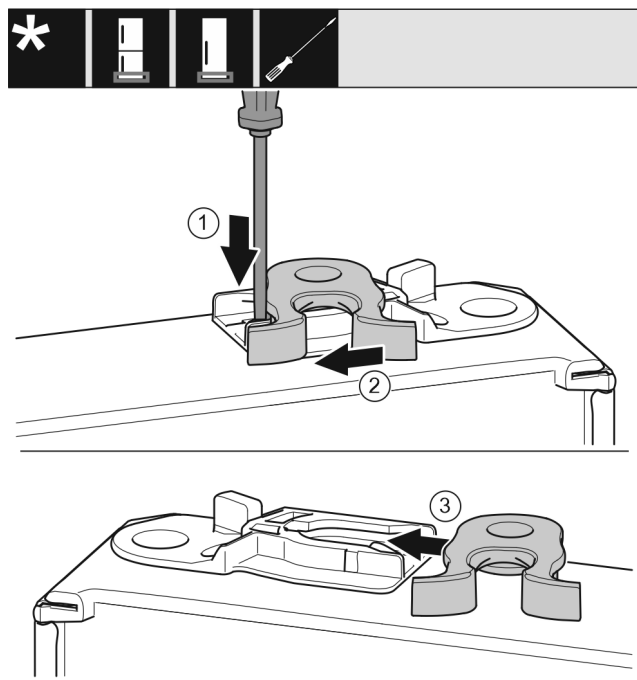

Fig. 17
- ▶ Прижмите накладку Fig. 17 (1) шлицевой отверткой вниз.
- ▶ Выведите запорный крючок Fig. 17 (2) из направляющей.
- ▶ Вставьте запорный крючок Fig. 17 (3) в направляющую с другой стороны.